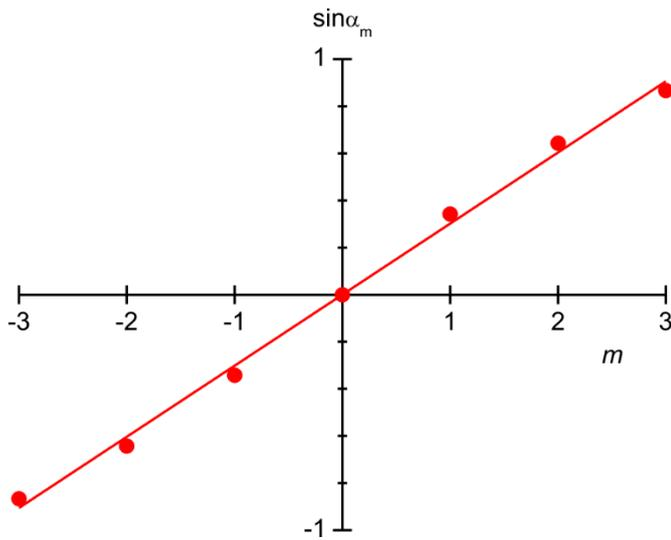

Fig. 6: Posizione dei massimi di intensità in funzione dell'ordine di diffrazione m
- Riportare gli angoli α_m dei massimi di diffrazione in un diagramma $\sin \alpha_m - m$ inversamente rispetto all'ordine di diffrazione m (Fig. 6).